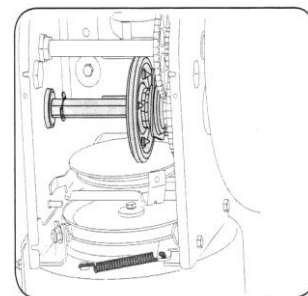

Рис.7
2. Нанесите небольшой слой всепогодной универсальной смазки для смазывания шестерни (См. рис. 7).